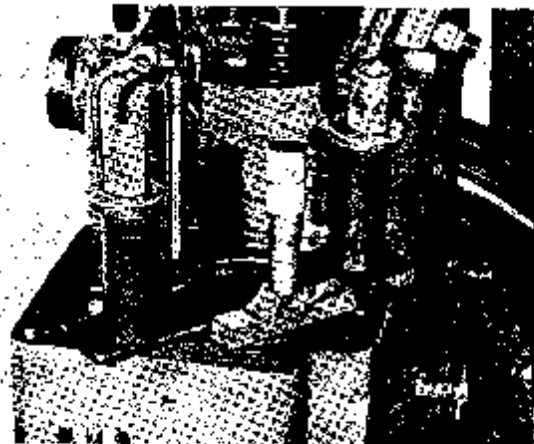
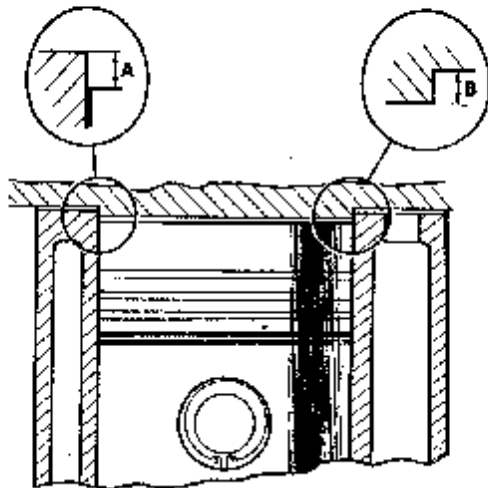
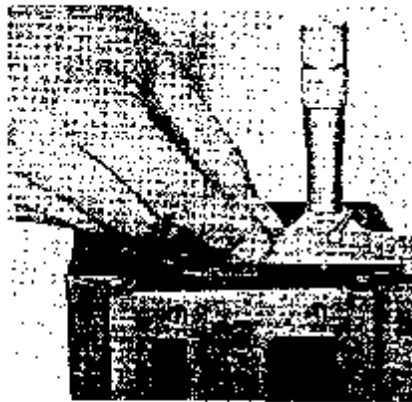

Abb. 21 Einspannen des Zylinderblockes und Messen des Maßes „A“ gemäß Abb. 22
Abb. 22
Abb. 23 Messen des Maßes „B“ gemäß Abb. 22
4. Zylinderblock einspannen, so daß dieser gegen das Kurbelgehäuse gepreßt wird (siehe Abb. 21).
6. Den Abstand zwischen dem Oberteil des Zylinderblockes und dem Kolben mit einer Meßuhr oder einem Tiefenfeinmesser messen, siehe Abb. 21 und 22. Zu diesem Maß „A“ gemäß Abb. 22 werden 1,4 mm hinzugerechnet. Das Ergebnis ist die Dicke einer zusammengepreßten Zylinderkopfdichtung.
7. Danach den Höhenunterschied zwischen dem nach unten herausstehenden Teil des Zylinderkopfes und der Dichtfläche messen, siehe Abb. 23. Dieses Maß entspricht dem Maß „B“ gemäß Abb. 22. Von dem erhaltenen Maß „A“ + 1,4 mm wird das Maß „B“ abgezogen. Der erhaltene Wert soll 0,8–0,9 mm sein. Man soll versuchen, möglichst nahe an 0,8 mm heranzukommen.